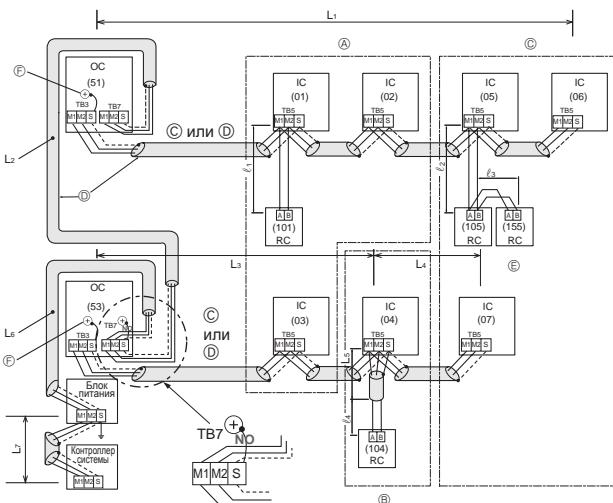

Fig. 6-2
■ Контроллер DU "M-NET" (Fig. 6-2)